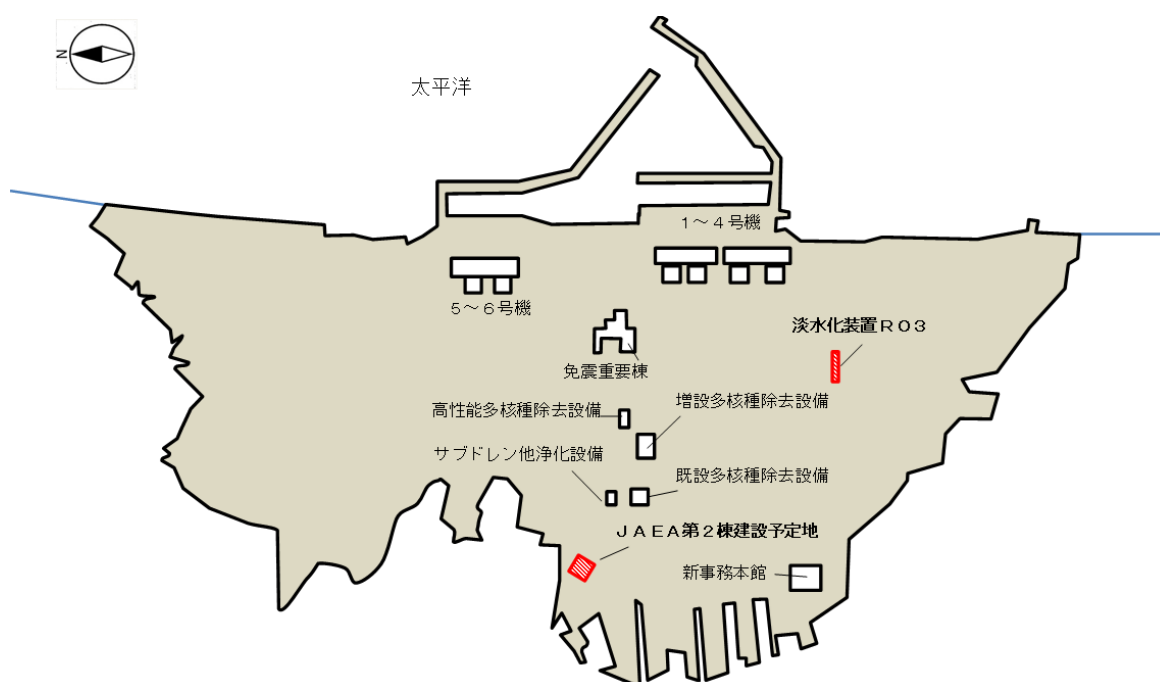

図1 福島第一原子力発電所1構内概略図
- ・ R O 3 建屋（図1）
- ・ J A E A 第2棟建設予定地（図1）